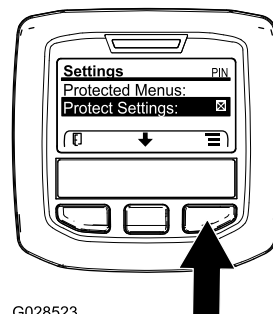

図 48
1. 保護メニューにアクセスし、サブメニューのロックを解除する 図 48 アクセス制限付きメニューへのアクセス \(ページ 24\)を参照。